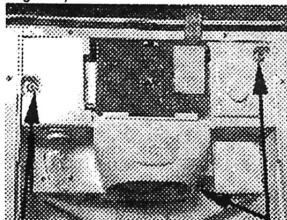

Figure 1
6. Dévissez les trois vis de montage du support de fontaine (Voir la Figure 1).